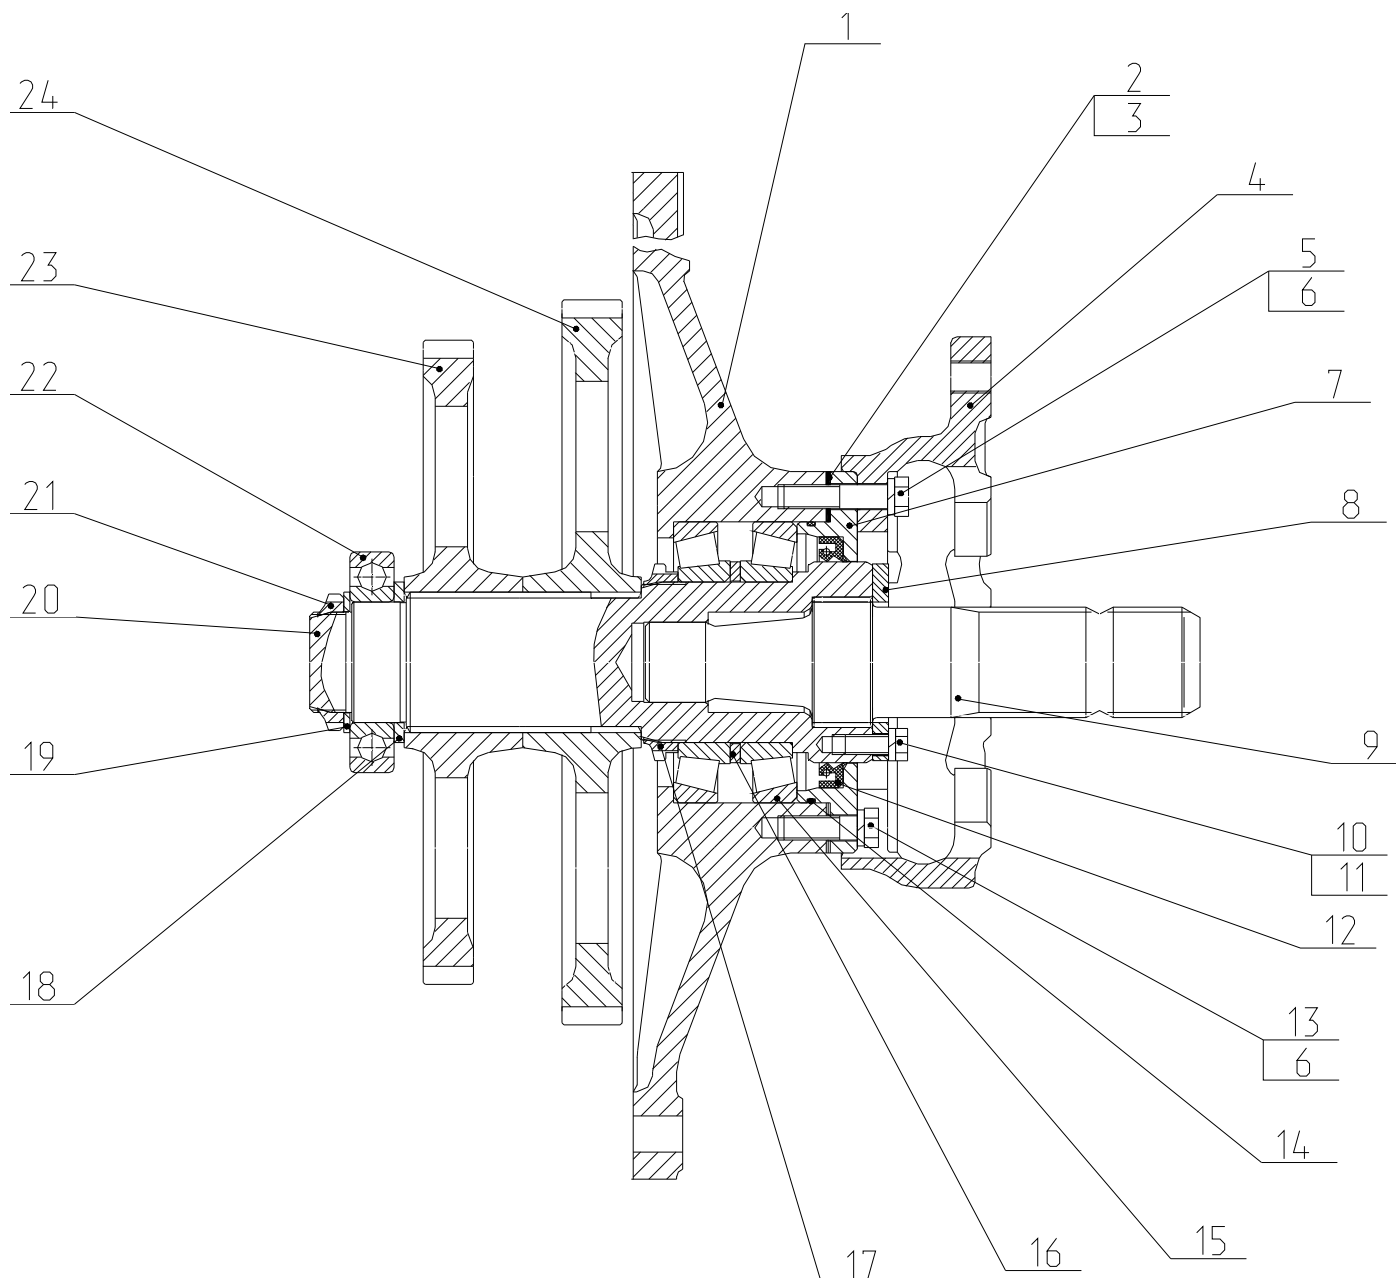

Рис.4.82 Крышка заднего ВОМ.
- 1) отверните, специальным ключом, гайку (21), (рисунок 4.82), подшипника и с помощью съемника снимите подшипник (22) и ведомые шестерни (23), (24);
- 2) отверните болты (5), (10), (13), (рисунок 4.82), и снимите проставку, хвостовик и крышку подшипников (7);
- 3) выпрессуйте из крышки ведомый вал (20), (рисунок 4.82), вместе с подшипниками (15);
- 4) отверните гайку (17), (рисунок 4.82), подшипников и снимите подшипники с вала;
4) продуйте сжатым воздухом каналы и расточки крышки (1), (рисунок 4.82);
5) запрессуйте внутреннее кольцо подшипника (15), (рисунок 4.82), на вал, до упора в буртик вала;
6) установите на вал дистанционное кольцо (16), (рисунок 4.82), и запрессуйте внутреннее кольцо второго подшипника (15);
7) затяните гайку (17), (рисунок 4.82), и раскерните поясok в канавки вала;
8) смонтируйте наружные кольца подшипников (15), (рисунок 4.82), и вал с внутренними кольцами подшипников в гнездо крышки, заполнив пространство между подшипниками смазкой «Литол-24»;
9) смонтируйте манжету (12), (рисунок 4.82), в крышку (7), смажьте смазкой «Литол-24» манжету;
10) установите уплотнительное кольцо (14), (рисунок 4.82);
11) установите крышку (7), (рисунок 4.82), и отрегулируйте осевой зазор в подшипниках подбором необходимого количества прокладок (2), (3);
13) установите шестерни (24), (23), (рисунок 4.82), и шайбу (18), на вал;
14) напрессуйте подшипник (22), (рисунок 4.82);
15) затяните гайку (21), (рисунок 4.82), и раскерните поясok гайки в пазы вала;
16) закрепите хвостовик (9), (рисунок 4.82), и проставку (4);